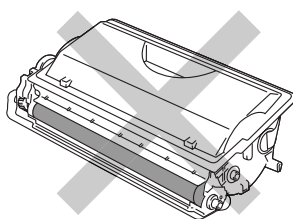

Figura 5-13
- Non toccare le parti raffigurate in grigio nella figura 5-13.